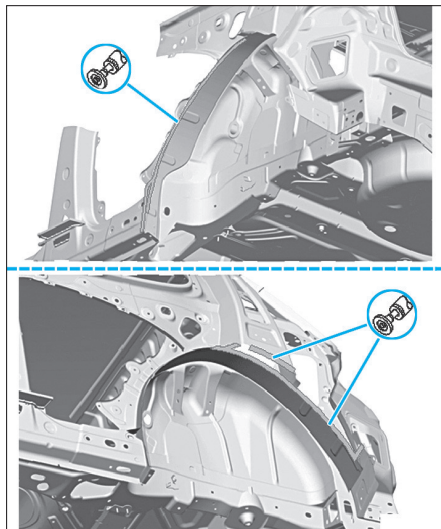

FIG. 152
- Préparer les zones d'accostage, éliminer entièrement les restes de colle et poncer à nu les surfaces de collage et les morceaux de tôle restants (Fig.152).